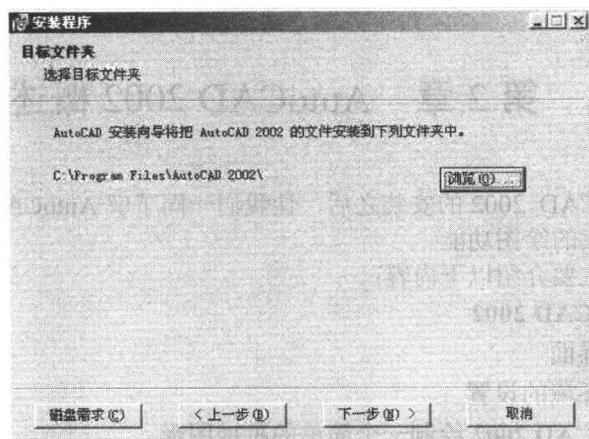

图 1-6 安装 AutoCAD 2002 ——选择安装目录
(8) 弹出目标文件夹目录。如图 1-6 所示，缺省的安装目录是“C:\Program Files\AutoCAD 2002\”，如果需要更改，单击【浏览】按钮，进行安装目录的选择。